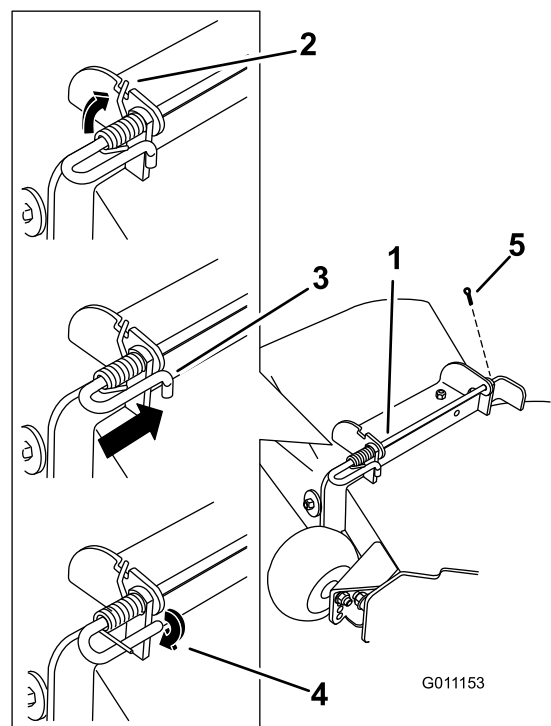

Bild 74
5. Heben Sie das lange Ende der Feder an und setzen es in die Kerbe an der Ablenkblechhalterung (Bild 74).
6. Befestigen Sie die Stange und Feder, indem Sie diese so drehen, dass das kurze Ende der Stange hinter die vordere Halterung passt, die an das Mähwerk geschweißt ist (Bild 74).
7. Setzen Sie den Splint ein (Bild 74).